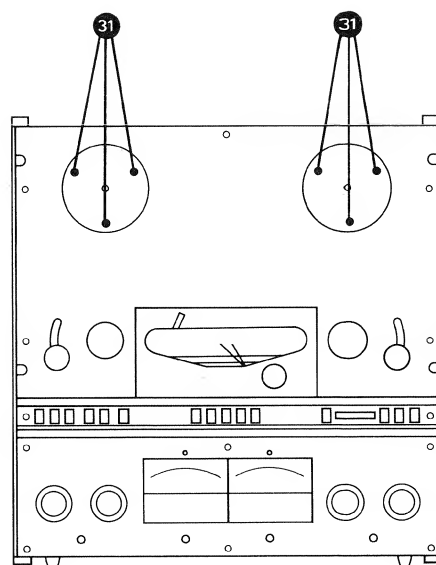

Fig. 2.11.-1
- Spulenteller nach Lösen von 3 Schrauben (31) (Fig. 2.11.-1) abnehmen.
- Zentrale Schraube (33) (Fig. 2.11.-2) in Brems-trommeln lösen, Bremsen von Hand lüften und Trommeln vorsichtig nach oben abheben.